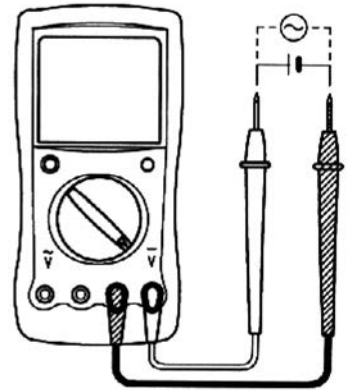

figura 3
A. Medición de tensión de CD/CA (ver Figura 3)